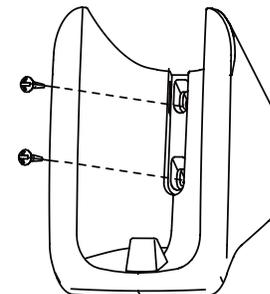

Figura 2.3
1. Use los tornillos (accesorios) para fijar y asegurar el soporte del controlador remoto en una posición estable (consulte la Figura 2.3); Asegúrese de consultar "1. Precauciones de instalación" para establecer la ubicación.